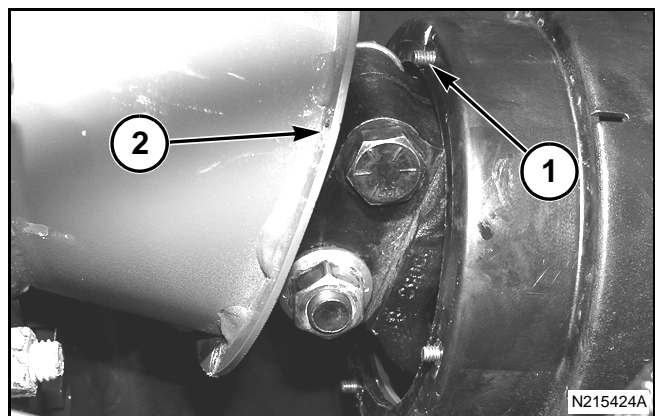

FIG. 10
FIG. 10: Alinee los pernos (1) (2) en la caja del cojinete. Instale el anillo de retención y el blindaje exterior en la caja de cojinetes. Instale las tuercas en los pernos.